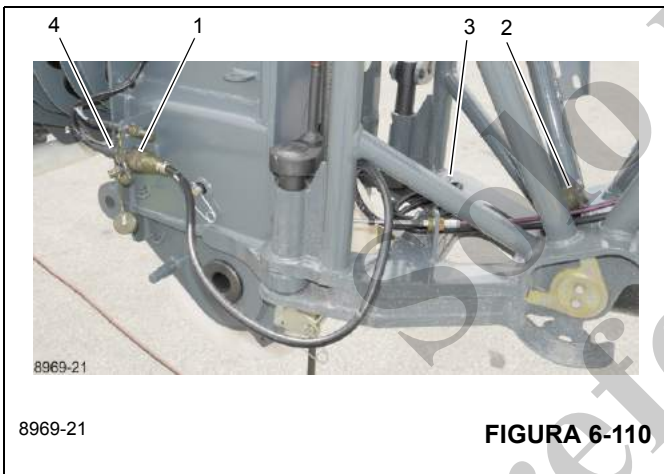

FIGURA 6-110
1. Retire el enchufe (1, Figura 6-110) del receptáculo de almacenamiento (2) y desenrolle el cable de la posición de almacenamiento (3). Conecte el enchufe (1) al receptáculo (4).